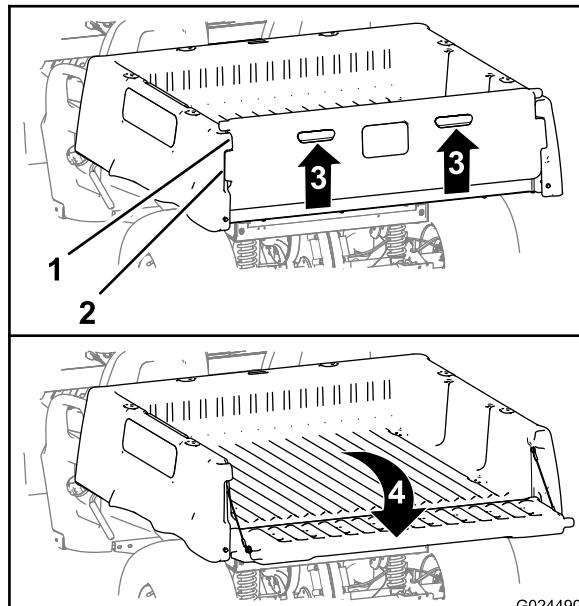

Figura 12
2. Tire hacia arriba del portón usando los tiradores del panel trasero (Figura 12).
3. Alinee las pestañas de bloqueo del portón trasero con los huecos situados entre las pestañas de la caja de carga (Figura 12).
4. Gire el portón trasero hacia atrás y hacia abajo (Figura 12).
- Gire el portón hacia arriba y hacia adelante hasta que las pestañas de bloqueo del portón trasero estén enrasadas con el hueco de la caja de carga (Figura 12).
- Baje el portón hasta que quede asentado en la parte trasera de la caja de carga (Figura 12).